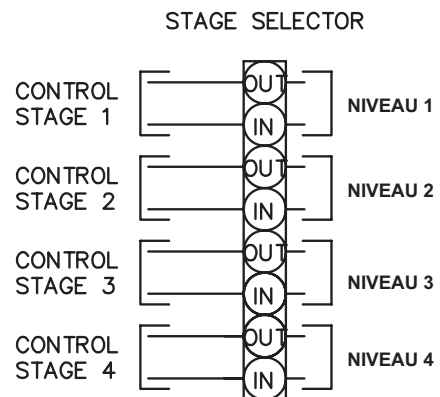

Figure 23: Connexions 4 niveaux à effectuer au chantier
2. Pour configurer un contrôleur à 2 niveaux de puissance, raccordez chaque niveau du contrôleur au niveau correspondant de la carte électronique principale, soit le niveau 1 de l'appareil au niveau 1 de la carte, puis le niveau 2 de l'appareil 2 au niveau 2 de la carte, comme illustré aux Figures 23 et 26. Réglez le dispositif de commande à la température de fonctionnement cible de l'appareil. Assurez-vous que la sonde du dispositif de commande est installée à l'endroit le plus approprié pour le contrôle de la température cible. Par exemple, s'il s'agit de conserver la température d'un réservoir